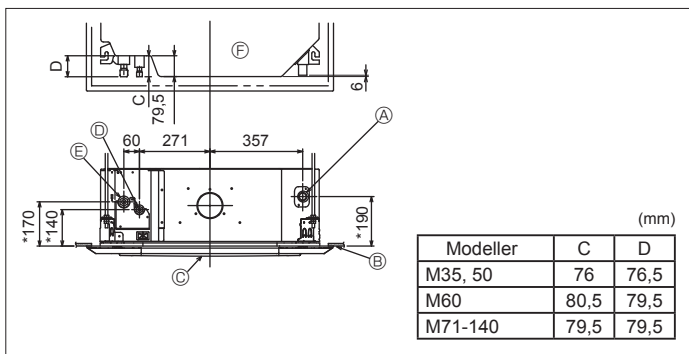

Fig. 3-3
3.3. Plassering av kjølemiddel- og avløpsrør for innendørsenheten (Fig. 3-3)